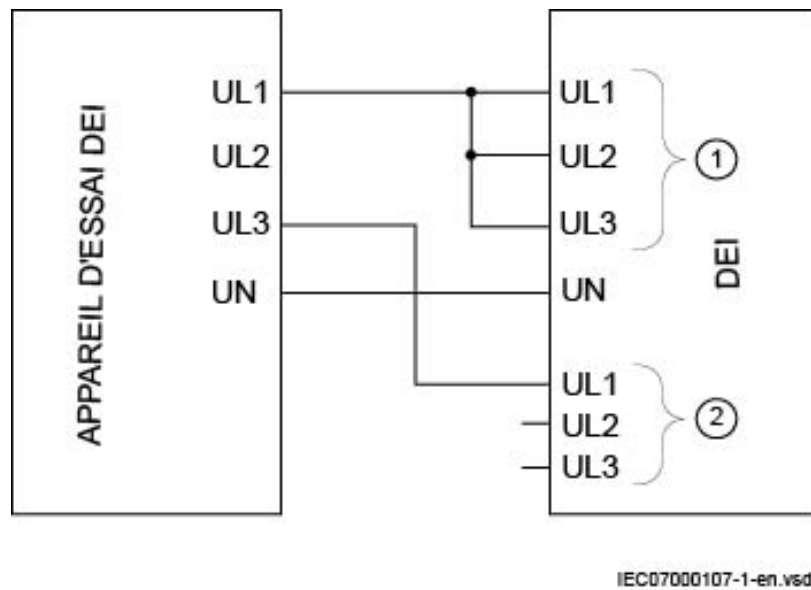

Figure 17: Connexion de l'appareil d'essai au DEI pour tester le seuil du bloc U2
1. Alimenter le DEI conformément au bon schéma de raccordement dans la figure 17.
2. Appliquer une tension supérieure à la plus grande valeur définie pour $UDTrip$, $U1Low$ et $U2Low$ sur les entrées triphasées U1 et les entrées monophasées U2 conformément à la figure 17.